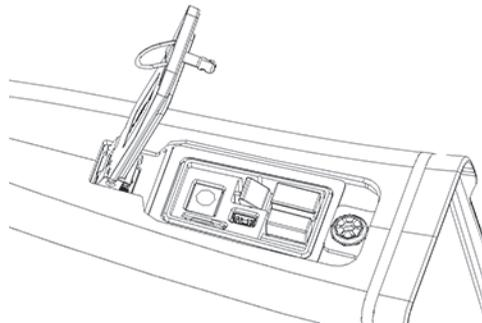

Figura 3-2 Apertura dello sportellino
2. Sollevare lo sportellino per aprirlo (vedere Figura 3-2 a pagina 52).